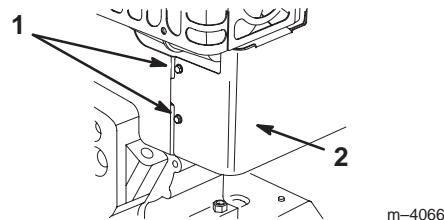

Bild 18
Bauen Sie den Vergaserheizkasten aus (Bild 18), wenn der Motor bei Lufttemperaturen über 4°C eingesetzt wird.
1. Klemmen Sie das Zündkabel ab und achten Sie darauf, dass das Kabel die Kerze nicht berührt (Bild 18).
4. Entfernen Sie die zwei Schrauben, mit denen der Vergaserheizkasten befestigt ist (Bild 18).